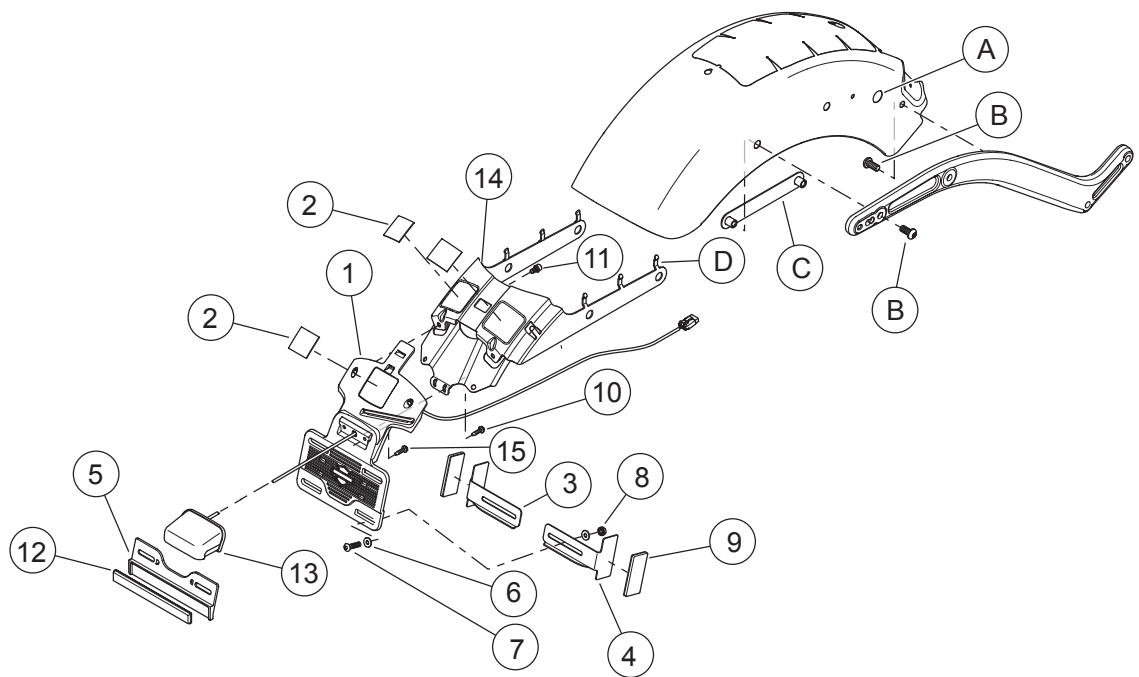

Figura 2. Piezas de servicio: Kit de reubicación de la placa de matrícula
Vea Figura 2 y Tabla 2.
- Vea Figura 2. Coloque el conjunto de la pieza de soporte de la placa de matrícula en su posición e instale las piezas de soporte de montaje del guardabarros (C).
- Pase el cableado a través del agujero (A) hacia la parte exterior del guardabarros.
- Instale una **nueva** correa de cables para asegurar el cableado al guardabarros entre el último retén de cables (D) y el agujero (A).